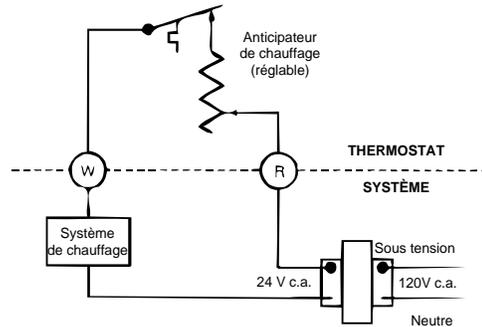

Figure 2. Schéma de câblage typique
3. Faites passer les fils dans l'ouverture au centre du socle et raccordez les fils sur les bornes à vis (figures 2 et 3).